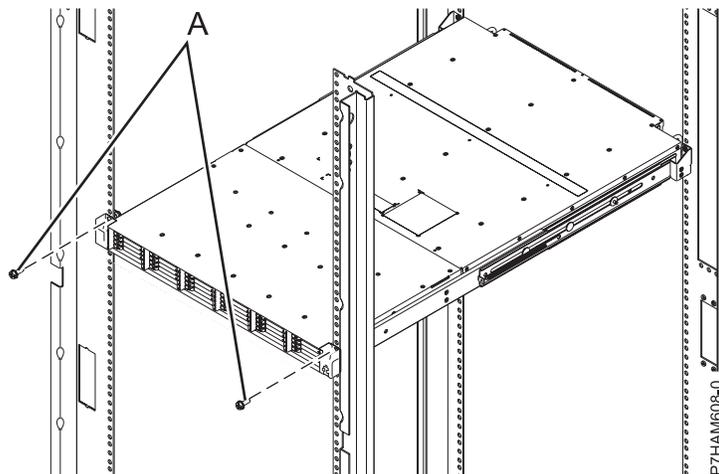

Abbildung 15. Vorderseite des Gehäuses am Rack befestigen
- e. Befestigen Sie die Vorderseite des Gehäuses mit je einer Schraube (A) in den oberen Bohrungen in jeder Winkelstütze und in den oberen EIA-Bohrungen an den Rackflanschen (siehe Abb. 15).